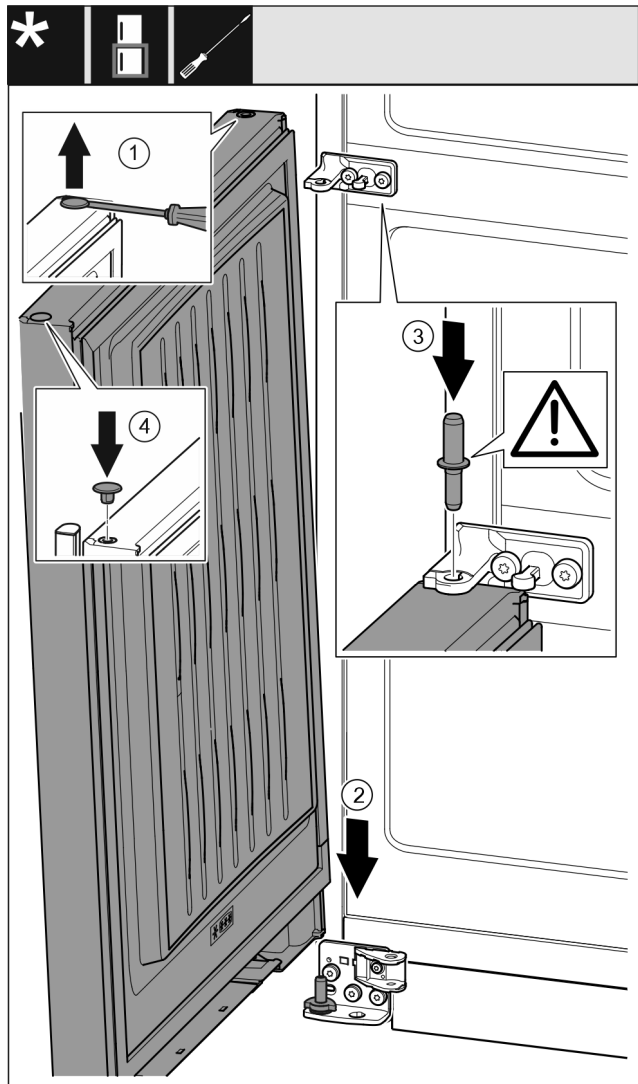

Fig. 41
- Kohota nastoja varovasti uraruuvimeisselillä ja vedä ne ulos. Fig. 41 (1)
- Aseta ovi ylhäältä käsin alemman laakeripultin varaan. Fig. 41 (2)
- Työnnä keskimmäinen laakeripultti keskimmäisen laakeripukin läpi alempaan oveen. Varmista, että lukitusnokka osoittaa taaksepäin. Fig. 41 (3)
- Aseta nastat paikoilleen oven toiselle puolelle. Fig. 41 (4)